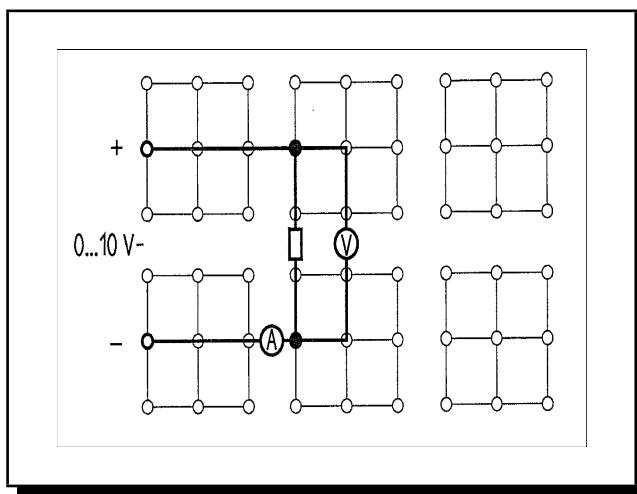

Figura 3.10: Relación entre la intensidad y la corriente
- 1 Realizar el montaje de la Figura 3.10; utilizando inicialmente la resistencia de 47Ω (designada como R_1 en la Tabla 3.8).